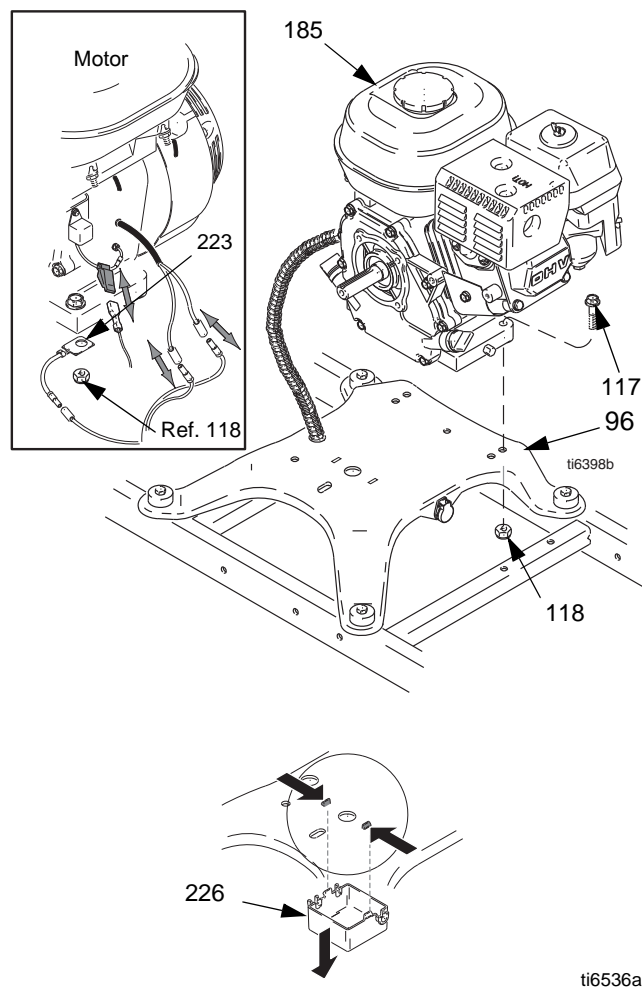

FIG. 12
2. FIG. 12. Távolítsa el a bekötődobozt (226).
13. FIG. 12. Szerelje fel a bekötődobozt (226).
4. FIG. 12. Távolítsa el a csavart (177). Távolítsa el a motor (185) talpazatából a két csavart (117), a biztosítóanyákat (118) és a földelő vezetékét (223, 260).
1. FIG. 12. Óvatosan emelje meg és helyezze rá a motort a motor rögzítőlapjára (96).
2. Szerelje fel a két csavart (117) és a földelő vezetékét (223, 260) a motor talpazatába, majd rögzítse őket a biztosítóanyákkal (118). A megfelelő nyomaték értéke: 20 láb-font (27,1 N•m).